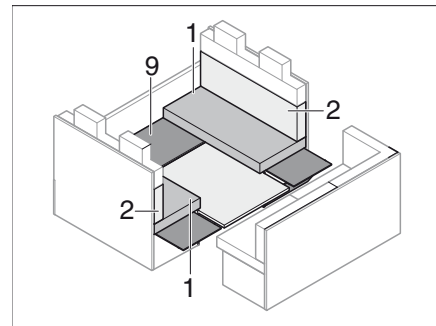

Bild 200 Under ombyggnaden
- Lägg på underlaget (Bild 200,9) igen.